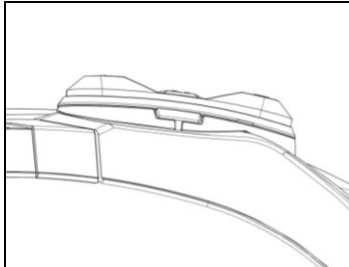

Fig. 21
- Agganciare la tastiera al casco facendo scattare gli appositi ganci (Fig. 21).